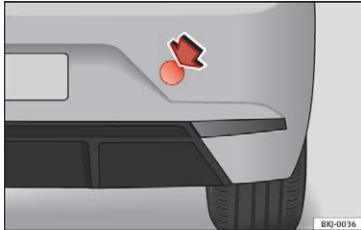

Fig. 92 Højre side af den bageste stødfanger: dækkappe
- Tryk øverst til højre på afdækningen for at åbne den » Fig. 92.